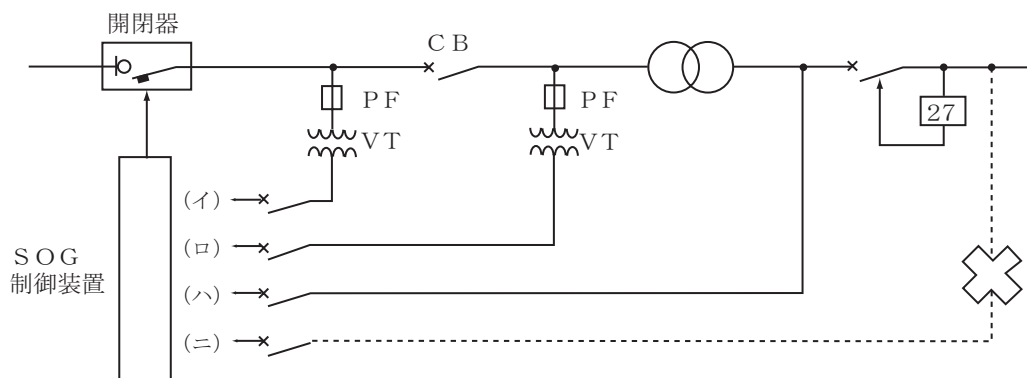

図3
- ②P1、P2の接続はP2を必ず接地相側に接続してください。
- ③制御電圧はAC100/110Vを印加してください。
- ④制御電源のとり方は、図3(イ)のとり方を推奨します。